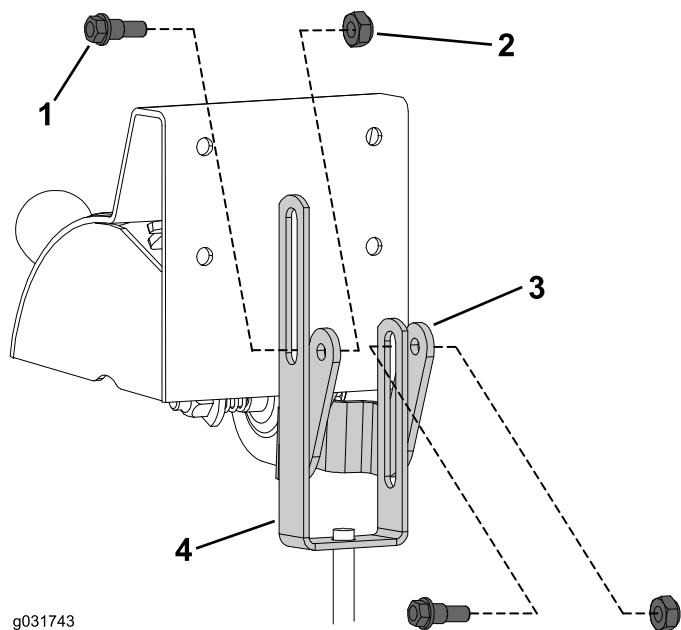

Рисунок 1
2. Прикрепите концы с пазами тяг дроссельной заслонки к рычагам дроссельной заслонки при помощи двух болтов с буртиками (1/4 x 3/4 дюйма) и контргайк, как показано на Рисунок 1.
**Примечание:** Убедитесь в том, что концы тяг прикреплены к боковым сторонам рычагов и что буртики болтов находятся в пазах на концах тяг (Рисунок 1).